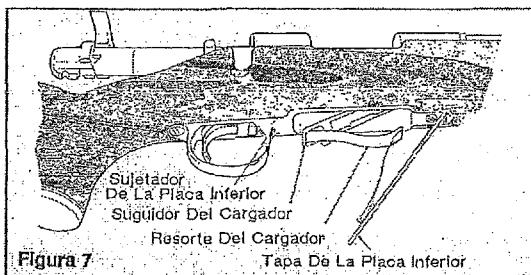

Figura 6
5. Introduzca en el cargador cuatro cartuchos del calibre correcto, uno a la vez. Si el arma es del calibre 222, puede usted cargar cinco cartuchos. Mantenga alineadas las balas hacia la recámara. Vea la Figura 6.
5. Coloque un cartucho del calibre correcto en el seguidor del cargador o en la recámara. Vea la Figura 6.